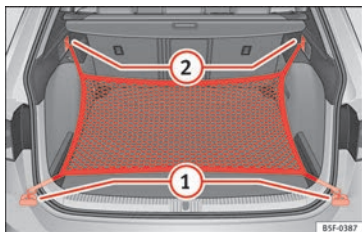

Fig. 182 Nel bagagliaio: occhielli (1) e ganci (2) per agganciare la tasca a rete (modello LEON ST).
- Fissare i ganci corti della rete agli occhielli di ancoraggio »» fig. 182 (1) »» ⚠. La cerniera della tasca dev'essere rivolta verso l'alto.
- Fissare le cinghie nei ganci per appendere borse (2).